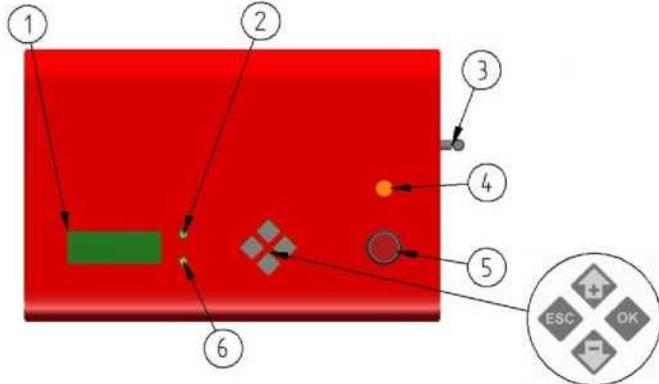

Рис. 10 Пользовательский интерфейс
Управление горелкой осуществляется с помощью пользовательского интерфейса на лицевой панели см. Рисунок 10. На жидкокристаллическом экране (1) отображаются настройки меню, журнал событий и т.д. Желтый световой индикатор (2) показывает присутствие пламени в камере сгорания. Или, если мигает, ненормальную работу горелки. Статус можно посмотреть на экране журнала. Зеленый световой индикатор (6) показывает, имеется ли топливо в горелке. Для перемещения по меню, используйте кнопки вверх-вниз, для смены параметра нажмите OK, для возврата в МЕНЮ СТАТУСА нажмите кнопку "ESC". Функционал кнопок зависит от времени нажатия. См. Таблицу 9.